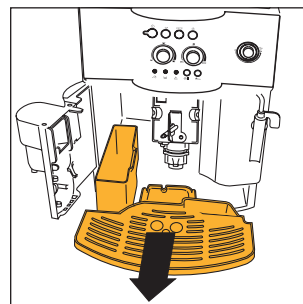

Fig. 16
NOTA 7: la máquina cuenta la cantidad de cafés que se sirven. Cada 14 cafés individuales (o 7 dobles), el piloto 🔦 se enciende de manera fija (cap. 12 punto 3) advirtiéndole que el cajón de los posos está lleno y que hay que vaciarlo y limpiarlo. Hasta que no se limpia el cajón de los posos, el piloto permanece encendido y la máquina no puede hacer el café. Para limpiar, abra la portezuela de servicio situada en la parte delantera tirando del grupo de erogación (fig. 15); se enciende el piloto 🔦 que parpadea (véase § 12 punto 9), entonces extraiga la bandeja recogegotas (fig. 16) vacíela y límpiela. Vacíe y limpie meticulosamente el cajón de los posos procurando eliminar todos los residuos que puedan estar depositados en el fondo. Seque también las gotas de condensado que se depositen en el interior de la máquina, bajo la bandeja recogegotas. **IMPORTANTE:** cuando se extrae la bandeja recogegotas es **OBLIGATORIO** vaciar siempre el cajón de los posos de café incluso aunque no esté muy lleno. Si esta operación no es efectuada, puede suceder que, cuando se preparan otros cafés, el cajón de los posos se llene más de lo previsto y que la máquina se obstruya con pastillas usadas.
- extraiga la bandeja recoge gotas y el recipiente de los posos (fig. 16) y lávelos;